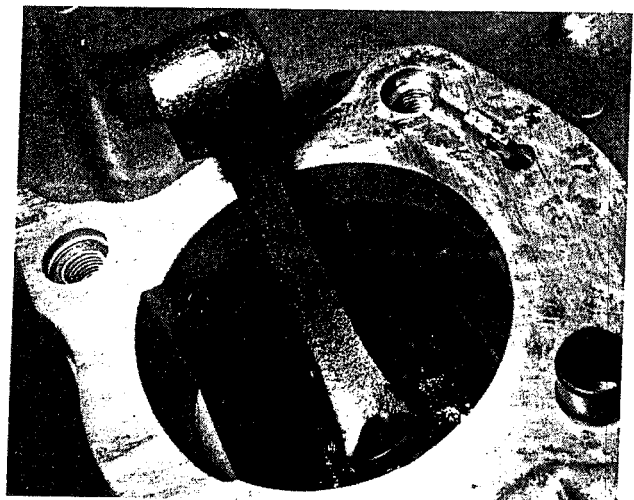

Bild 144
- Eine neue Zylinderfussdichtung über die Zylinderschrauben auflegen. Keine Dichtmasse verwenden. Die beiden Passbüchsen in die Bohrungen für die beiden vorderen äusseren Zylinderkopfschrauben einsetzen und die beiden Öldüsen in der Passfläche auf festen Sitz und freien Durchgang prüfen (Bild 144). Einen neuen O-Ring auf jede Zylinderlauf-